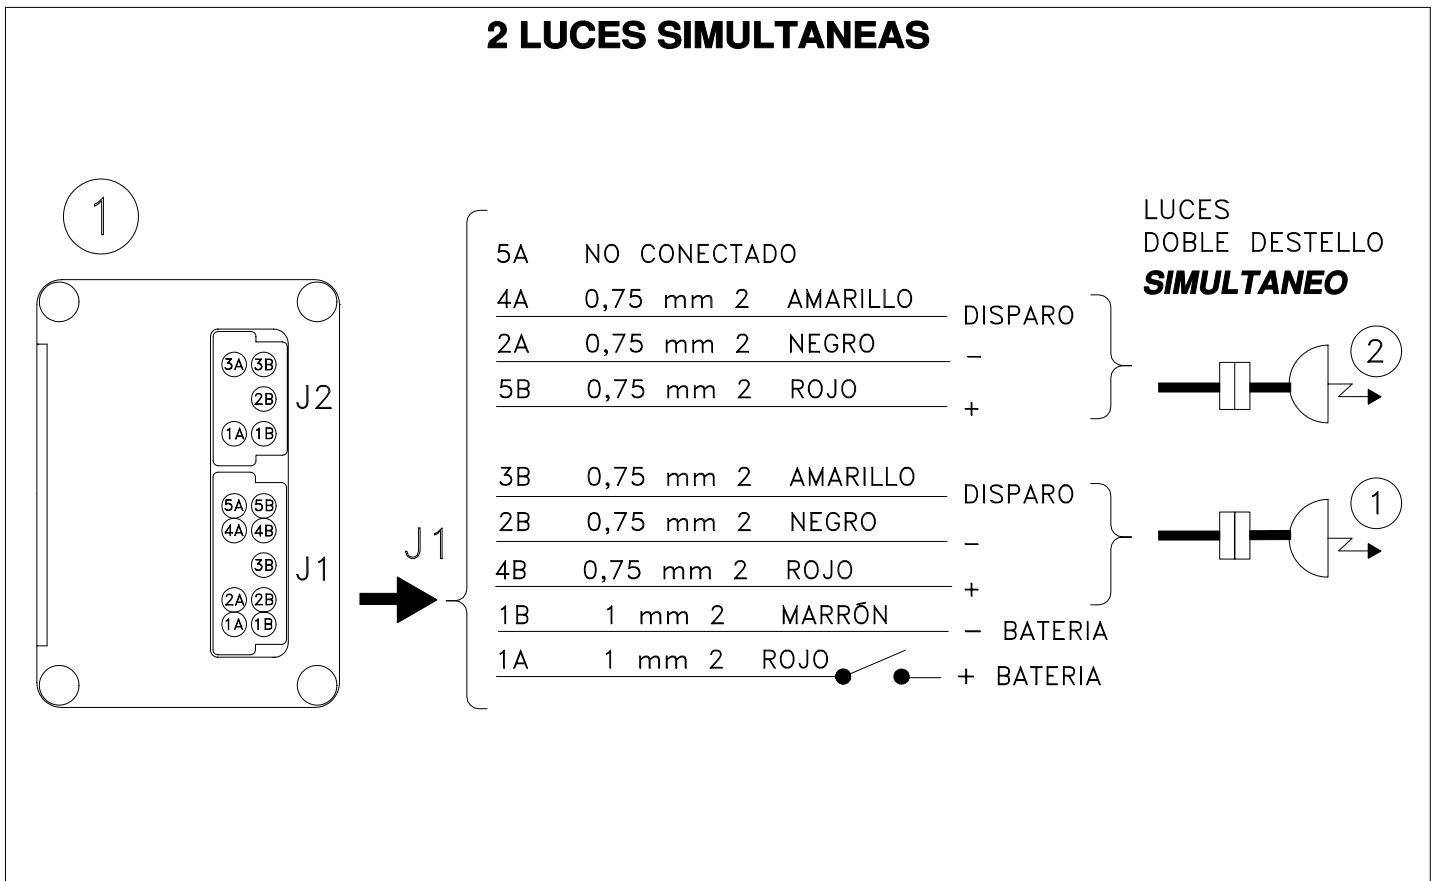

FIGURA 6
2) Esquema de conexionado para FA-540/E HL (figura 6).